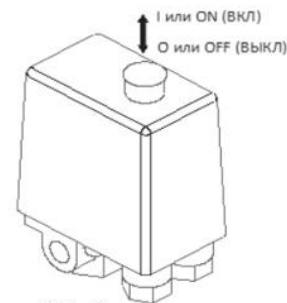

Рис. 6
1. Проверьте, чтобы выключатель на реле давления находился в выключенном положении «0» / «OFF» (Рис.6).
6. Включите компрессор выключателем на реле давления. Для этого необходимо переключить выключатель в положение «1» или «ON» (Рис.6).
выключатель в положение «О» или «OFF» (Рис. 6). После этого остановится электродвигатель и произойдет сброс давления из нагнетательного воздухопровода и поршневого блока.